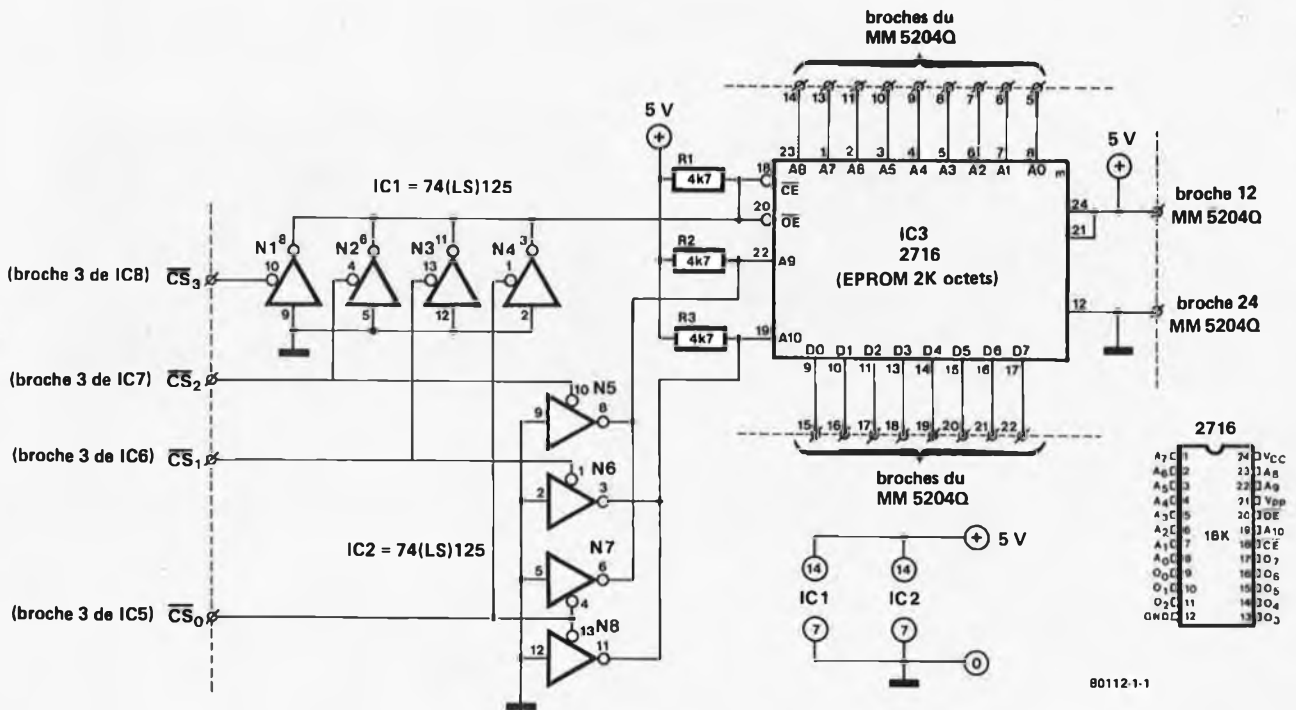

Figure 9. Schéma du circuit mémoire EPROM utilisant un seul boîtier de 2 Koctets.
Utiliser un boîtier EPROM 2716 de 2 Koctets au lieu de quatre circuits intégrés 5204 présente deux avantages: les 2716 sont plus facilement disponibles que les 5204, elles ont aussi un temps d'accès lecture plus court, ce qui permet de les utiliser avec un SC/MP fonctionnant à 4 MHz sans insérer d'état d'attente. La figure 9 montre comment le boîtier EPROM de 2k est relié via huit portes aux broches de validation boîtier (CS) des quatre EPROM de ½K (voir figure 4). Les quatre lignes de validation boîtier sont décodées par N5 à N8 pour former une information d'adresse sur 2 bits pour le boîtier 2716. Les portes N1 à N4 assurent que la mémoire EPROM soit inhibée en l'absence d'information de validation boîtier. Il est vrai qu'il serait possible de faire l'économie de ces huit portes car les signaux nécessaires sont déjà présents sur le circuit principal de l'interface cassette. Toutefois ces deux circuits intégrés supplémentaires permettent de faciliter l'interconnexion des deux circuits imprimés.